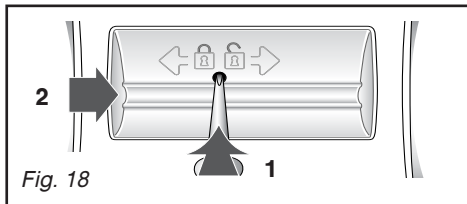

Fig. 18
- déverrouillez cette pièce (Fig. 18).
Si votre appareil n'est pas équipé de la pièce **A** représentée sur la Figure 18, pour nettoyer votre filtre de pompe, vous devrez procéder comme suit :